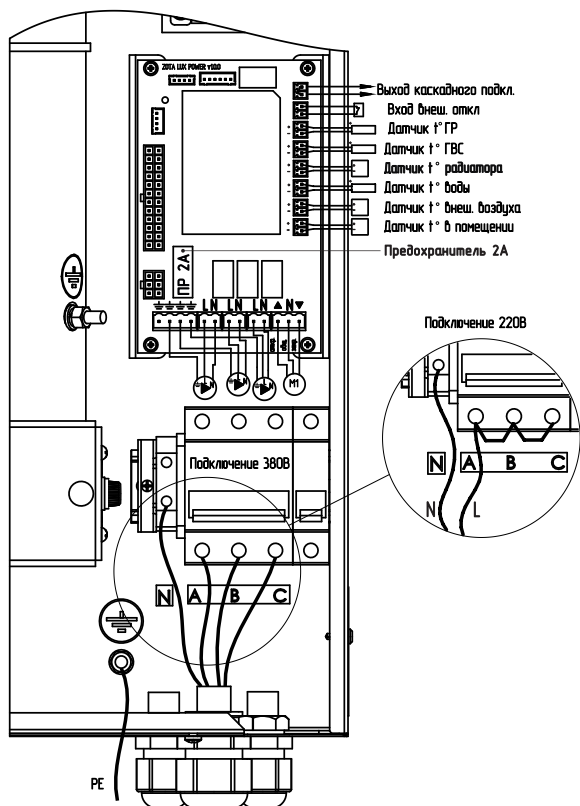

Рис. 3 Схема подключения электроводонагревателя
Схема присоединения электроводонагревателя к питающей сети, датчикам температуры, циркуляционному насосу и клапану приведена на Рис.3.
А, В, С вводного автомата. Защитный нулевой провод (РЕ) подключить на болт «ЗАЗЕМЛЕНИЕ» см. Рис.3;
- При питании электроводонагревателя от однофазной сети переменного тока 220 В, 50 Гц присоединить рабочий нулевой провод на клемму нейтраль (N) электроводонагревателя, а фазный на клеммы А, В, С вводного автомата, защитный нулевой провод (РЕ) должен подключаться к клемме «ЗАЗЕМЛЕНИЕ» см. Рис.3. Для соединения клемм А, В, С вводного автомата в комплекте имеется специальная перемычка (только для ZOTA «Solid»-4,5; ZOTA «Solid»-6; ZOTA «Solid»-7,5; ZOTA «Solid»-9), которая устанавливается на вводных клеммах автомата (см. Рис.3);
- Присоединить датчики температуры воздуха помещения (tдатч1) и на улице (tдатч2) к колодкам на блоке управления, проводом с сечением не менее 0,5 кв.мм и длиной до 20 м как показано на Рис.3. Необходимо строго соблюдать полярность, обозначенную на схеме при подключении датчиков температуры. Маркировка проводов датчиков температуры воздуха: красный (+), синий (-).
- Присоединить провода (L,N,заземление) от насосов к соответствующим контактам на клеммной колодке котла как показано на Рис.3. Мощность, потребляемая каждым насосом не должна превышать 200 Вт.
- При необходимости присоединить провода (откр_общ_закр) от двигателя трехходового смешивающего клапана к соответствующим контактам на клеммной колодке котла как показано на Рис.3. Мощность двигателя привода не должна превышать 20 Вт при напряжении ~220 В.